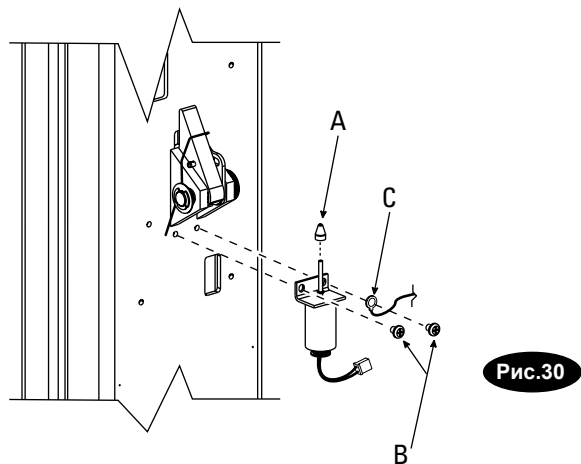

Рис. 30 - сборочные части
22. Подключение соленоида: Подключите соленоиды под фиксирующими защелками на обеих стойках ,см. рис. 30. Вставьте ползунки в стержни плунжеров соленоидов. Установите соленоиды на стойки и закрепите ,см. рис. 30.
Вставьте (2) винта 5/16"-18NC x 3/8" PHMS в отверстия на каждой стороне фиксирующей защелки (стороне силового блока) ,оставив выступ примерно 3 мм для удерживания панели. Навесьте главную панель управления поверх фиксирующей защелки на стойку с помощью 5/16"-18NC x 3/8" PHMS-винтов и вытяните провод соленоида фиксирующей защелки через панель ,см. рис. 31. Подключите соленоид фиксирующей защелки к главной панели управления. Подключите провод заземления с кольцом к клемме на одном из монтажных винтов соленоида фиксации ,см. рис. 30. Вставьте (1) 5/16"-18NC x 3/8" PHMS-винт в нижнюю часть главной панели управления. Затяните все (3) винта. В данный момент не устанавливайте панель доступа обратно на панель управления. Она будет установлена на последующем шаге.